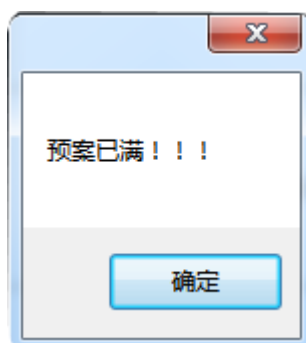
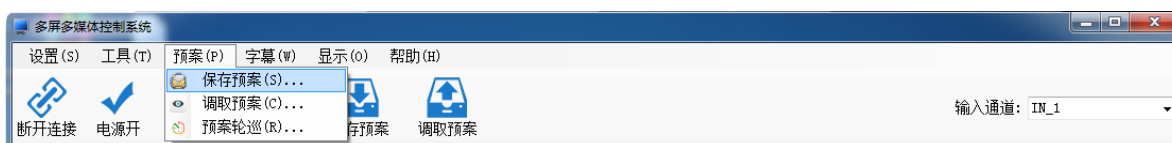
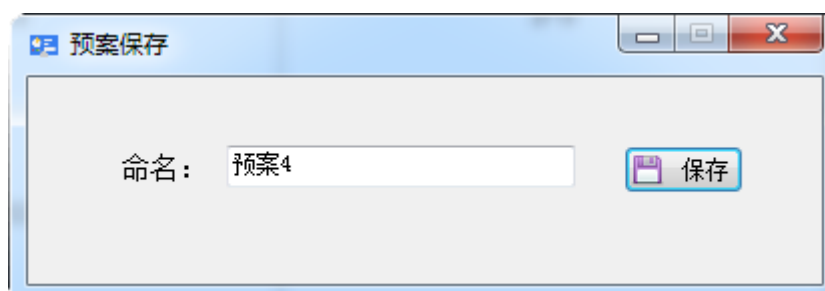

图 2.9.1 保存预案已满提示窗口
图 2.9.2 进入保存预案界面
图 2.9.3 保存预案界面
1) 保存预案：保存预案最多只能保存 16 个预案，如果保存的预案已经满 16 个，继续进行保存时会出现“预案已满”提示窗口如图 2.9.1 所示，如果想继续保存预案，则要删除已保存的预案。进入“保存预案”界面如图 2.9.2 所示。点击软件主界面菜单栏“预案”，在出现的下拉菜单中点击“保存预案”，弹出“保存预案”窗口，如图 2.9.3 所示。保存预案名称可以更改。